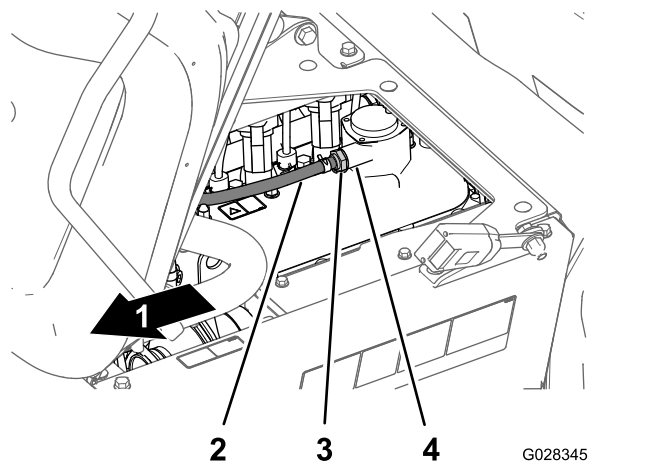

Рисунок 78
- Снимите клапан ПВК со штуцера крышки клапанной коробки двигателя (Рисунок 78).
Примечание: Если внутренний ограничитель клапана дребезжит, клапан ПВК подлежит техобслуживанию; если внутренний ограничитель не дребезжит при встряхивании, замените клапан ПВК (Рисунок 78).
- Вставьте клапан ПВК до полной посадки в уплотнении штуцера крышки клапанной коробки (Рисунок 78).